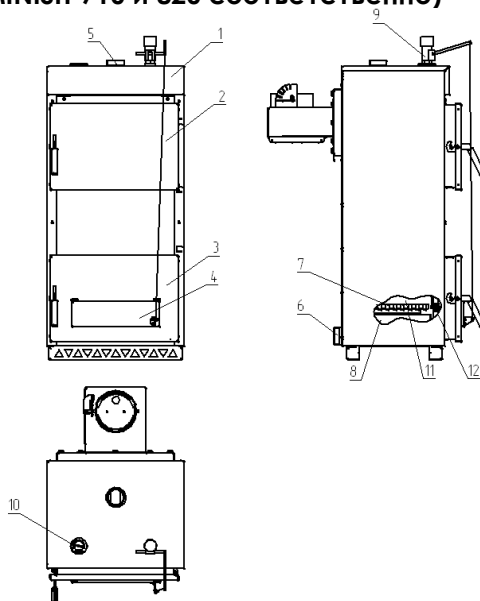

Рис. 3 Котел КС-Т-16р (котел КС-Т-12р отличается только высотой)
Перед началом работы котла **НЕОБХОДИМО** медленно, не более **8 л/мин**, заполнить систему водой до ее появления из переливной трубки 3 (рис.3) расширительного бака 4, и далее начать розжиг котла согласно настоящему руководству или руководству по эксплуатации на газогорелочное устройство.
9.1.10 К системе отопления котел присоединяется по схеме рис. 3.